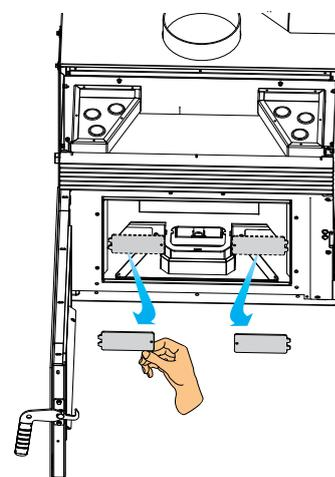

fig. 7.18
- E) Retirer les bouchons du compartiment de l'extracteur de fumées (fig. 7.18).